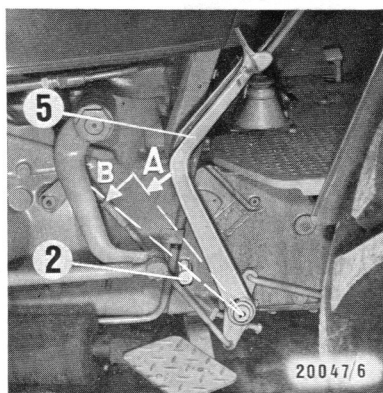

Fig. 5
Quant à l'enclenchement de la PdF, il ne saurait être effectué qu'après avoir complètement débrayé l'embrayage double effet, c. à. — d la pédale ⑤ est à enfoncer entièrement jusqu'à fin de course — butée 2, point B sur fig. 5 — la manette de commande PdF pouvant être actionnée peu après.